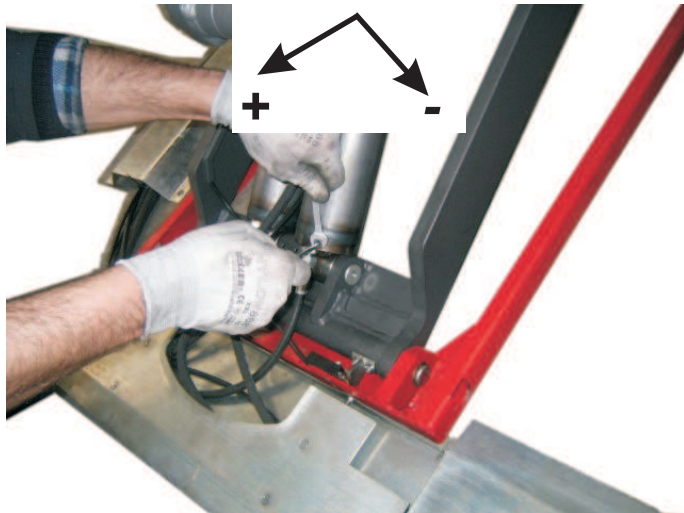

Fig.19 - Abb.19
- 2) Portare l' interruttore generale "2" in posizione "1" fig. 19. Assicurarsi che il motore abbia il giusto senso di rotazione, verificando che il livello dell'olio contenuto nel serbatoio diminuisca fig.17 (in caso contrario invertire le fasi sulla linea di alimentazione elettrica).
- 3) Premere il pulsante di salita "1" in fig.19. fino a quando le pedane arrivano ad un'altezza di circa 1400mm.
- 6) Premere il pulsante salita "1" ed esclusione fine-corsa alto "4" in fig.19 per circa 60 secondi per portare le pedane alla massima altezza e di conseguenza caricare i cilindri e scaricare l'aria presente nel circuito idraulico.
- 2) Move the cut-off switch "2" to "I" position fig.19. Make sure that the motor rotates in the right sense by checking the level of the oil contained in the tank (Fig.17). (failing this, exchange the phases on the feeding line).
- 3) Press the lifting push button (1) (Fig.19) until the platforms reach a height of about 1400mm.
- 6) Press the lifting push button (1) and high cut-out push button (4) (Fig.19) for approximately 60 seconds to take the platforms to the max. height, thus loading the cylinders and discharging the air from the hydraulic circuit.
2) Mettre le commutateur général "2" sur la position "1" (voir fig. 19). S'assurer que le moteur a le bon sens de rotation en vérifiant que le niveau de l'huile contenue dans le réservoir diminue fig. 17 (dans le cas contraire, inverser deux fils de l'alimentation électrique).
3) Pousser le bouton de montée "1" (fig. 19) pour environ 180 sec. jusqu'à ce que les plateformes atteignent la hauteur de 1400 mm.
6) Pousser le bouton de montée "1" et délestage du micro fin de course haut "4" (fig. 19) pour environ 60 sec. pour lever les plateformes à l'auteur max. et, par conséquent, charger les vérins et purger l'air présent dans le système hydraulique.
2) Bringen Sie den Hauptschalter (Abb.19) in Position „1“. Stellen Sie sicher, daß der Motor in die richtige Richtung rotiert, durch Prüfung des Ölstandes im Tank (Abbildung 17)
6) 'AUF'-Knopf "1" und gleichzeitig den Überbrückungsknopf des oberen Hubend Schalters "4" (Abb. 19) während ca. 60 sek. gedrückt halten um die Hubzylinder zu beaufschlagen und das Hydrauliksystem zu entlasten.
2) Poner el interruptor general 2° 4 en posición "1" (fig. 19). Asegurarse que el motor gira en el sentido de rotación correcto, verificando que el nivel de aceite del depósito disminuya. fig. 17
3) Pulsar el botón de subida "1" en fig.19 hasta cuando las plataformas llegan a una altura de más o menos 1400mm.
6) Pulsar el botón de subida "1" y exclusión final de carrera alto "4" en fig.19 para más o menos 60 segundos para llevar las plataformas a la máxima altura y de consecuencia cargar los cilindros y descargar el aire presente en el circuito hidráulico.
- regolazione velocità di chiusura completa delle pedane (i cilindri P1 sono dotati di sistema frenante registrabile che permette la regolazione della velocità di chiusura fig. 19)
- descent speed adjustment (please note that P1-rams are equipped with a descent speed adjustment system that allows to slow down the descent speed on the last portion of the descent travel to the zero position, see fig. 19).
- réglage vitesse de fermeture complète des plateaux (les vérins P1 sont équipés de ralentisseur réglable qui permet de régler la vitesse de fermeture fig.19)
- Abwärtsfahrt-Abbremsystem (bitte beachten Sie, dass beide mit 'P1' bezeichneten Zylinder mit einem hydr. Bremsystem ausgestattet sind, der das sanfte einfahren in die Null-Stellung erlaubt, siehe Abb. 19).
- regulación velocidad de la bajada completa de las plataformas (los cilindros P1 están predispuestos con sistema frenado registrable qui permite la regulación de la velocidad de bajada fig.19)